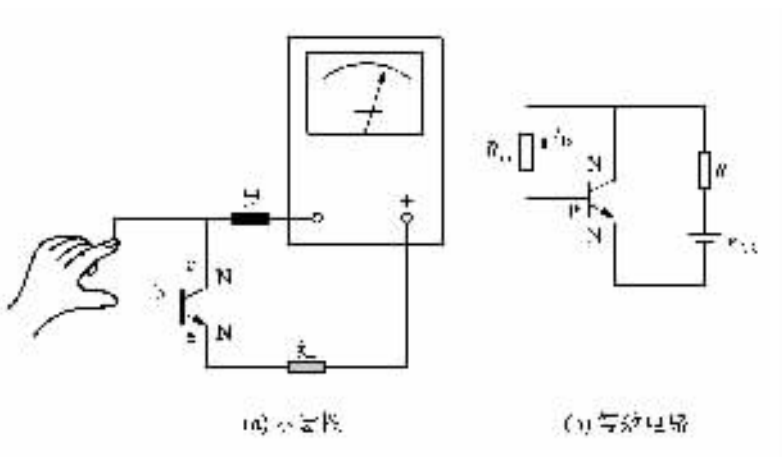

图 1.1.7 偏置正常 c、e 极间电阻值小
- ① 把黑表笔接到假设的集电极 c 上，红表笔接到假设的发射极 e 上，并且用手捏住 b 和 c 极(不能使 b、c 直接接触)，通过人体，相当于在 b、c 之间接入了偏置电阻，读出表头所示 c、e 间的电阻值。
- ② 然后将红、黑两表笔反接重测。若第一次电阻值比第二次小，说明原假设成立，黑表笔所接为三极管集电极 c，红表笔所接为三极管发射极 e，如图 1.1.7 所示。将测试结果填入表 1.1.4。